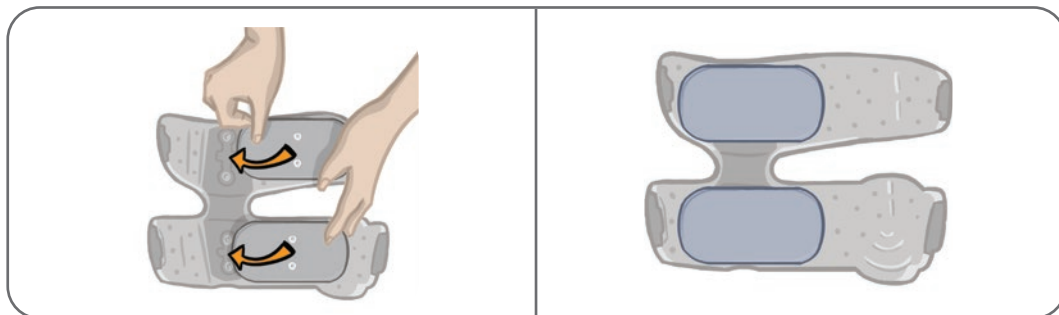

Figura 6-10: Alinierea și atașarea electrozilor pânzați pentru coapsă
5. Aliniați capsele de pe electrozii pânzați pentru coapsă cu cele patru orificii de pe jambiera Thigh. Consultați Figura 6-10.
6. Apăsați ferm pentru a fixa electrodul mic pânzat pentru coapsă cu panoul inferior al jambierei Thigh. Apăsați ferm pentru a fixa electrodul mare pânzat pentru coapsă pe panoul frontal al jambierei Thigh. Consultați Figura 6-10.